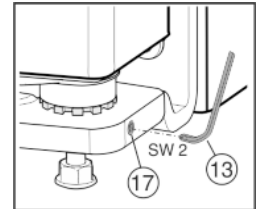

Fig. 17
- ▶ 将埋头螺钉 Fig. 17 (17) 的一部分旋出（最多一圈！）。
- ▶ 再次拧紧埋头螺栓 Fig. 17 (17)，以固定轴承螺栓。